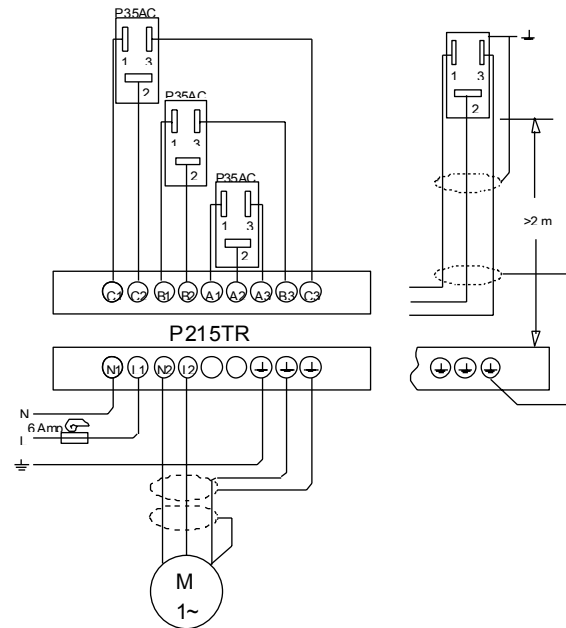

Fig. 1
**Câblage** (voir fig. 1)
Les câblages de la fig 1 correspondent au sens direct (le signal de sortie augmente sur hausse de pression). Si l'action inverse est requise, il suffit de permuter les fils 1 et 3 sur le transducteur.